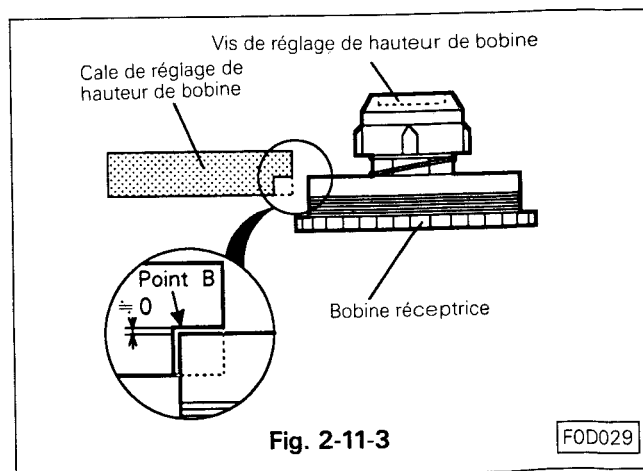

Fig. 2-11-3
- Orienter la cale de réglage afin que le bord de la bobine réceptrice T coïncide avec le point B sur le côté marqué TU de la cale de contrôle. (Voir Fig. 2-11-3)
- Si la hauteur de la bobine n'est pas correcte, procéder au réglage à l'aide de la vis située sur la bobine, tout en bloquant la bobine. (Voir Fig. 2-11-3)